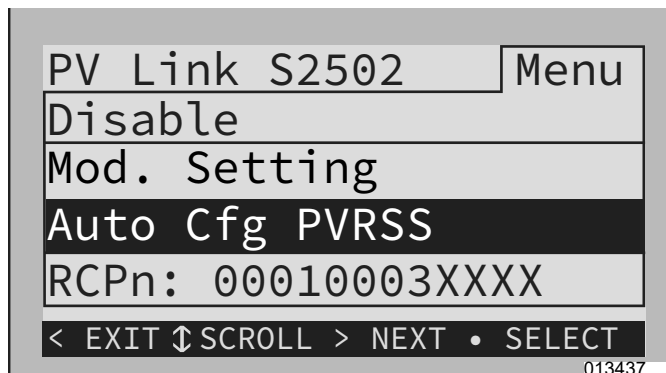

Figure 7-14. PV Link - Auto Cfg PVRSS
- a. Voir Figure 7-14. Si le PV Link passe directement à l'état Low Sun (Ensoleillement faible), désactiver le dispositif et sélectionner Auto Cfg PVRSS.